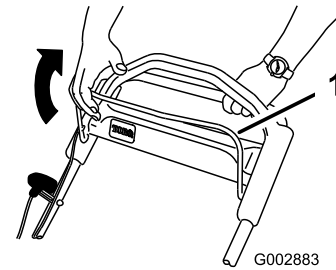

Figure 16
2. Maintenez la barre de commande de la lame (Figure 16) contre le guidon.